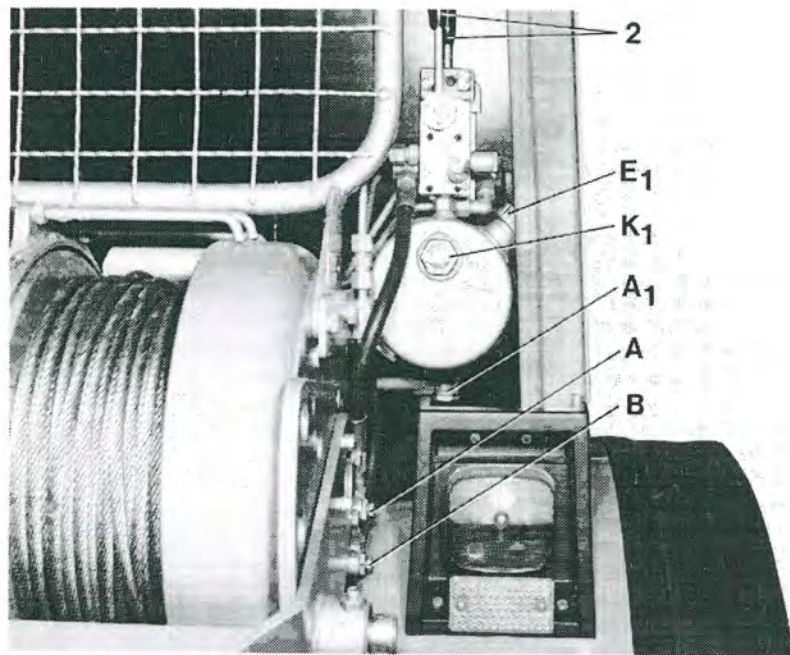

Abb. 49
Seil ein- und ausziehen nur über den Hydraulikschalthebel (2 Abb. 49) oder Drucktastensteuerung bzw. Funkfernsteuerung durchführen.
3. Windenbremse mittels Hydraulikschalthebel (2 Abb. 49) lösen. Drahtseil abziehen und Last anhängen. „Schlaufen und scharfes Abkanten vermeiden“.
Zum Einziehen des Seiles wird das Windensteuergerät (2 Abb. 49) gegen den Federrückzug betätigt – die Windenkupplung schließt. Beim Loslassen führt die Rückholfeder den Steuerhebel in die 0-Lage. Die Seiltrommel wird automatisch gebremst. (Totmannschaltung).
b) Langsames Anfahren mit der Windenkupplung und langsames Lösen der Bremse ist durch feinfühliges Bedienen des Windensteuergerätes mittels der Handhebel (2 Abb. 49) möglich. Dabei werden jedoch die Kupplungs- bzw. Bremslamellen zum Durchrutschen gezwungen – der Verschleiß steigt.